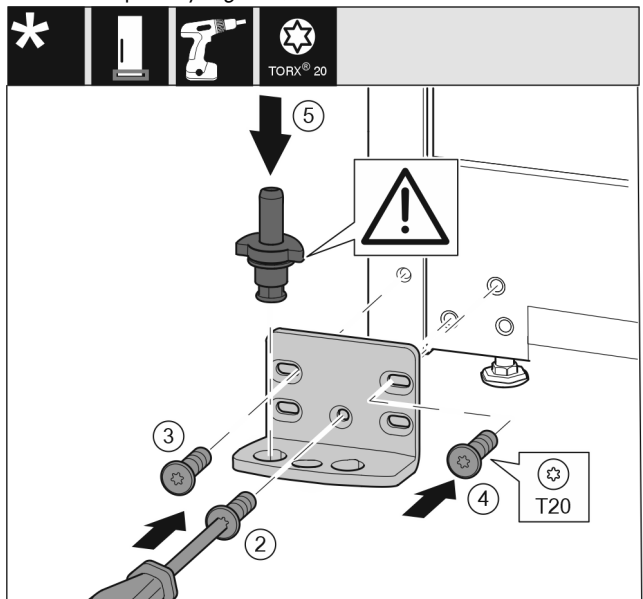

Fig. 19
- ▶ Установите опорный кронштейн с другой стороны и прикрутите с помощью отвертки. Начинайте с винта Fig. 19 (2) снизу в центре.
- ▶ Затяните винт Fig. 19 (3) и винт Fig. 19 (4).
- ▶ Снова установите опорный палец Fig. 19 (5) в сборе. При этом проследите за тем, чтобы выступ фиксатора был направлен назад.